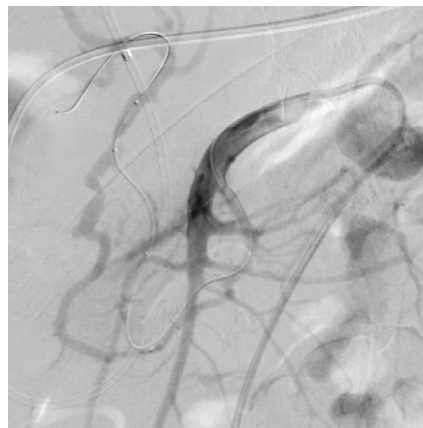

Fig. 5 後上脛十二指腸動脈から胃十二指腸動脈へとマイクロバルーンカテーテルを挿入
0.016inchガイドワイヤー(ASAHI Meister, 朝日インテック)と2.8Frマイクロバルーンカテーテル(Attendant SP, Terumo)を使用して下脛十二指腸動脈から後上脛十二指腸動脈を選択し、さらに仮性動脈瘤を慎重に通過の上、胃十二指腸動脈へと到達した(Fig. 5)。同じ経路から挿入してある2.0Frマイクロカテーテル(Excelsior 1018)を胃十二指腸動脈へと挿入した。